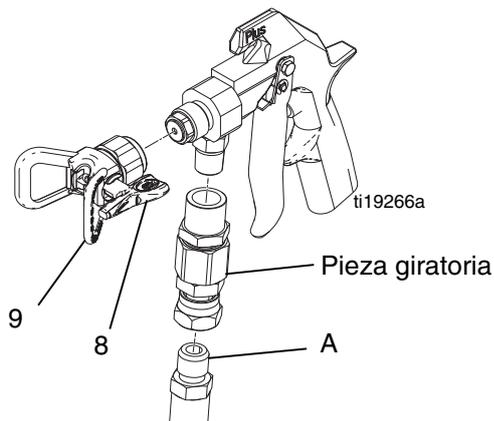

FIG. 2
1. Conecte una manguera de fluido con conexión de tierra (A) en la entrada de la pistola. Si lo desea, use un accesorio giratorio 207946 o 24P834 (pedido por separado). Vea la Fig. 2.
2. Con el interruptor SwitchTip (8) y el protector de boquilla (9) extraídos, arranque la bomba. Lave la bomba siguiendo las instrucciones que se suministran con ella. Use la presión más baja posible.
5. Instale la boquilla SwitchTip (8) y el protector de boquilla(9). Consulte la FIG. 2.